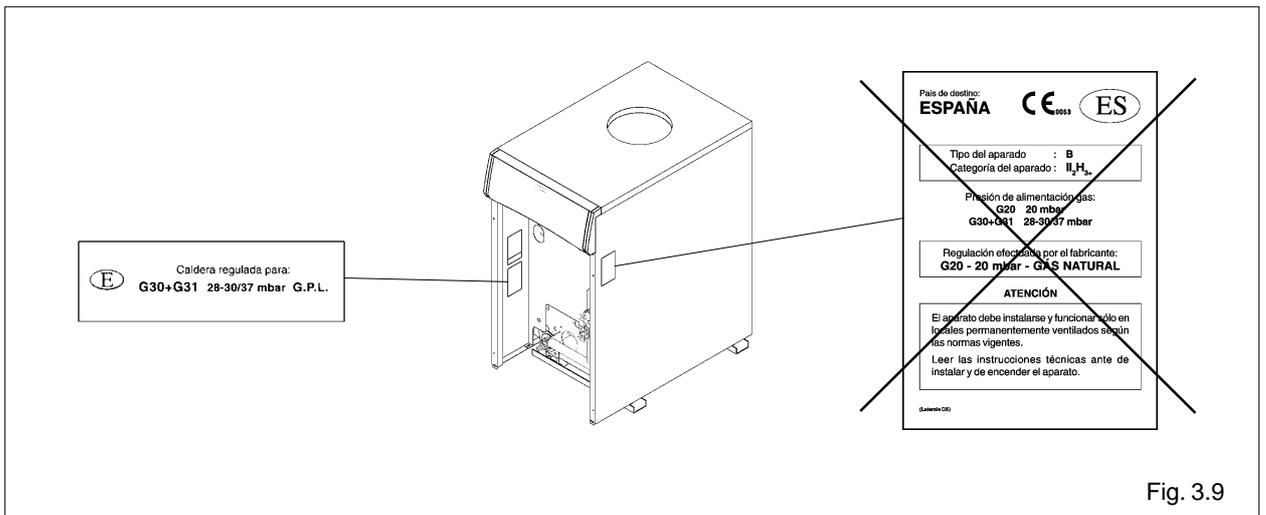

Fig. 3.9
- Poner la etiqueta (GPL), suministrada en dotación con la caldera, en la parte interna del revestimiento (fig. 3.9).
- Quitar las etiquetas para METANO (G20) presentes en el exterior y en el interior del revestimiento (fig. 3.9).
- Poner la etiqueta (METANO), suministrada en dotación con la caldera, en la parte interna del revestimiento (fig. 3.9).